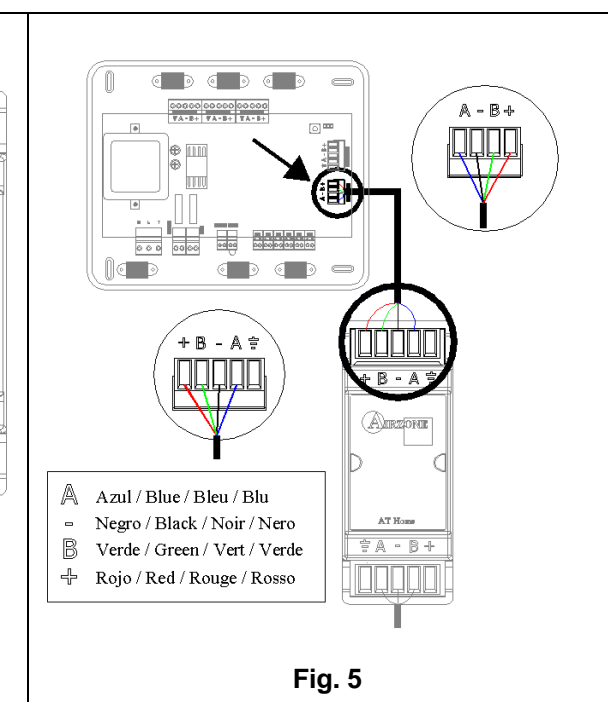

Fig. 5
- 4) Realizar conexión de la pasarela de comunicaciones con la central del Sistema AIRZONE elegido (Fig. 5).
- 4) Connect the AIRZONE gateway and the zoning system (Fig. 5).